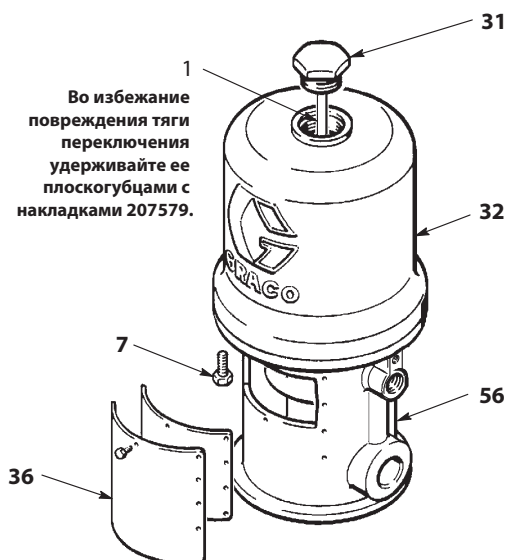

РИС. 4
- Вручную поднимите поршневой шток, чтобы переместить поршневой блок в верхнее положение хода поршня. Отвинтите накидную гайку цилиндра (31) от цилиндра (32). Потяните за накидную гайку. Захватите тягу переключения (1) с помощью плоскогубцев с накладками 207579 и отвинтите накидную гайку от тяги. (рис. 4)
- Извлеките восемь винтов (7), которыми цилиндр (32) крепится к основанию (56). Осторожно снимите цилиндр с поршня, потянув цилиндр прямо вверх. (рис. 4)